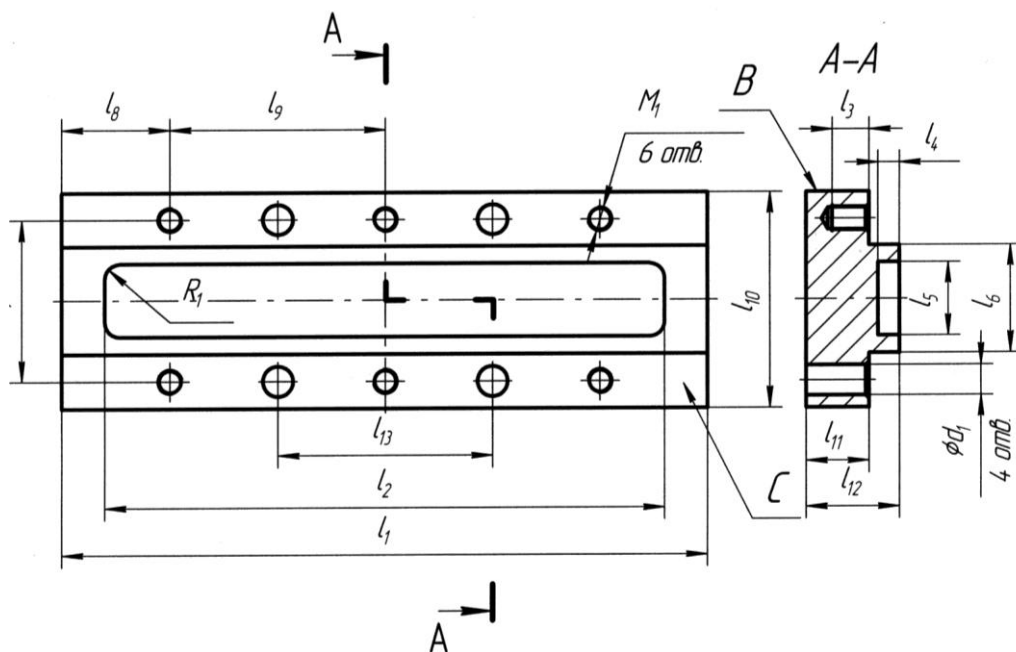

Рис. 5
Пример: написать управляющую команду для обработки плоскости (B) (рис. 5): $l_{11} = 12$ мм; $l_1 = 100$ мм; $l_{10} = 50$ мм. Остальные размеры, описывающие заготовку, студенты назначают самостоятельно.